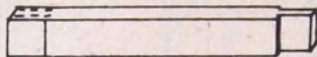

Fig. No. 2 (3)
**Travesaños:** 80 cms largo, por el mismo ancho y grosor de la figura No. 117 (figura No. 2).